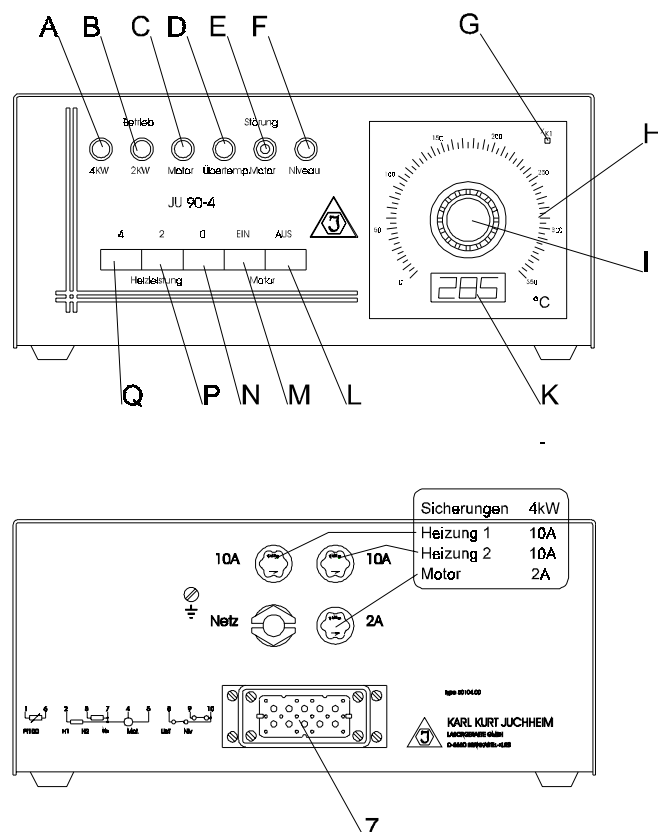

Bild 6
- Übertemperaturleuchte D am Regler leuchtet (siehe Bild 6)